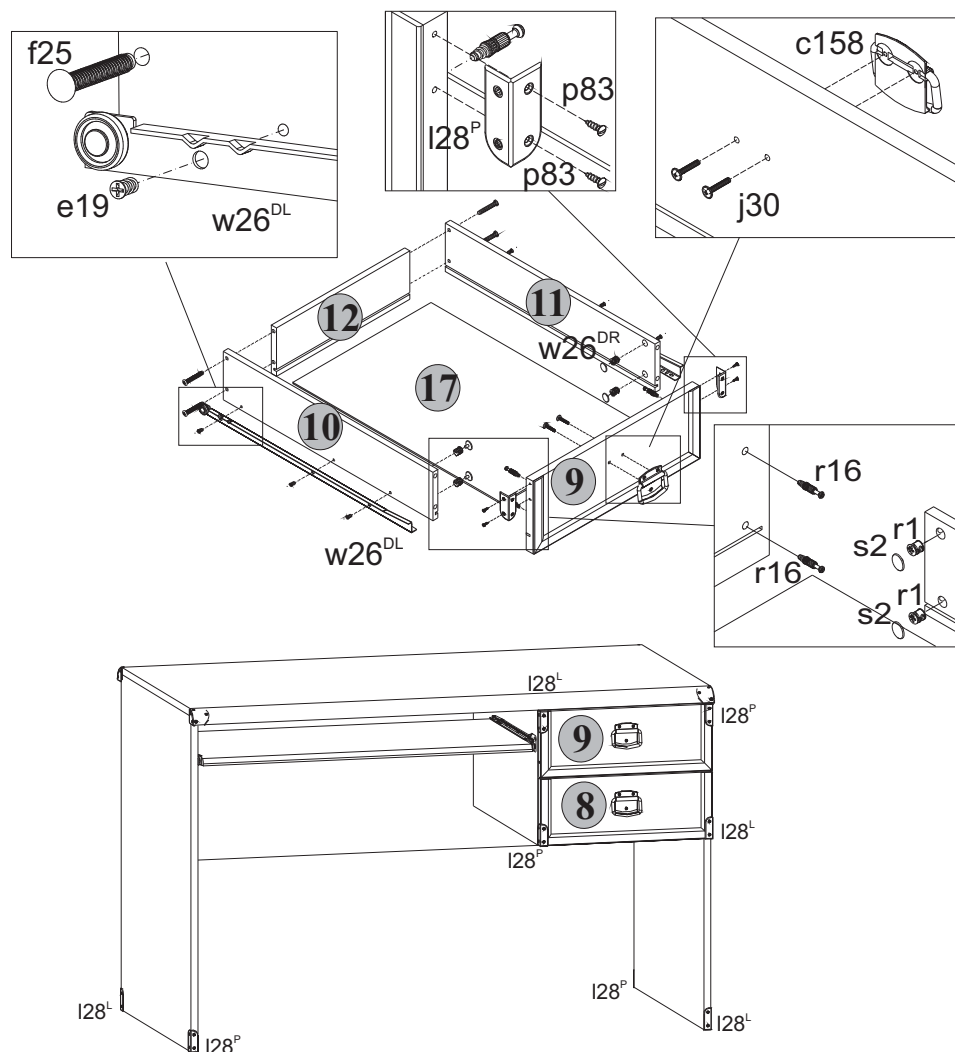

Рис. 3
5.14 В отверстия диаметром **15 мм** на внутренних поверхностях стенок боковых **10** и **11** корпусов выдвижных ящиков вставить стяжки эксцентриковые **r1** (**см.рис.3**).
5.15 В отверстия диаметром **5 мм** на внутренних поверхностях панелей передних **8** и **9** ящиков выдвижных с помощью крестообразной отвертки вкрутить винты стяжки **r16** (**см.рис.3**).
5.17 Соединить панели передние **8** и **9** с корпусами ящиков выдвижных и затянуть стяжки эксцентриковые **r1**, пользуясь специальным ключом **z1**. Закрыть стяжки эксцентриковые заглушками **s2** (**см.рис.3**).